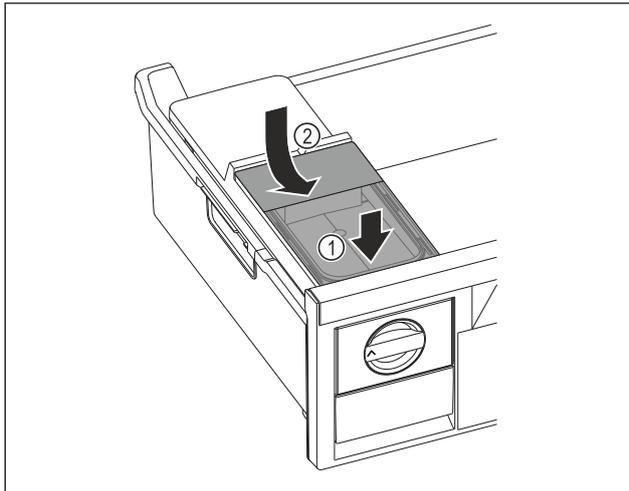

Fig. 86
- ▶ Colocar el depósito de agua por delante. Fig. 86 (1)
- ▶ Bajar el depósito de agua por detrás. Fig. 86 (2)